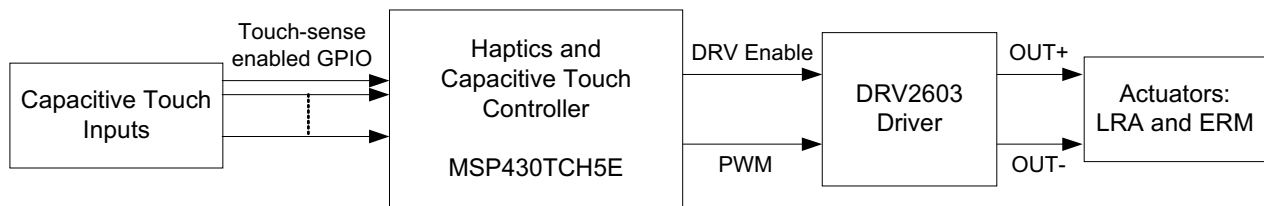

图 1. 独立应用，此类应用中，MSP430TCH5E 器件作为触觉和电容式触摸屏控制器
- 触摸功能器件，在这些器件中，MSP430TCH5E 器件被用作触觉和电容式触摸屏控制器。请见图 1。